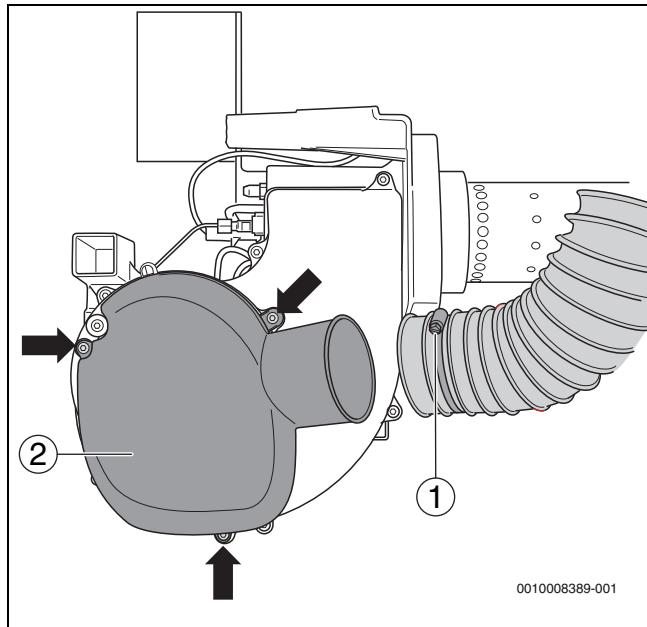
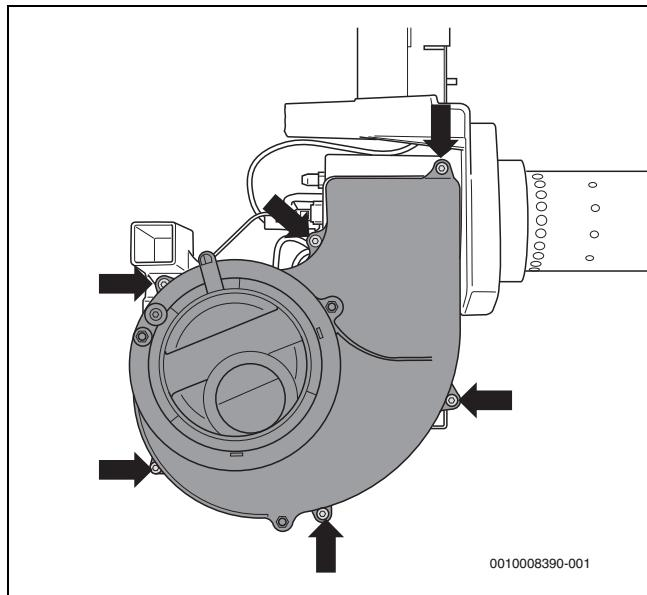

Fig. 32 Smontaggio del silenziatore di aspirazione dell'aria (illustrato: 18-49 kW)
Fig. 33 Smontaggio del coperchio della ventola
- ▶ Allentare la speciale fascetta del tubo flessibile (→fig. 32, [1]) dell'adduzione di aria comburente per l'esercizio indipendente dall'aria del locale (solo per 18-49 kW).
- ▶ Allentare le viti di fissaggio (→fig. 32, [frecce]) e rimuovere il silenziatore di aspirazione dell'aria (→fig. 32, [2]).
- ▶ Allentare le sei viti di fissaggio (→fig. 33, [frecce]) e rimuovere il coperchio della ventola.
- ▶ Montare nuovamente il coperchio della ventola (→ fig. 33, pag. 24) e il silenziatore di aspirazione dell'aria (→ fig. 32, pag. 24).